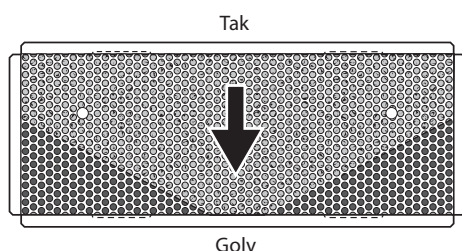

Bild 1. Korrekt installation av fördelningsplåten/ram i trycklådans.
- ⚠️ För korrekt funktion måste trycklådans kombinerade ram- och fördelningsplåt installeras med ljudabsorbentens diagonala sidor riktade nedåt mot golv, dvs V-formation, se **Bild 1**.
- Bakansluten trycklåda **BRLB** måste monteras med hänsyn till krav på ljudabsorbentens positionering (riktad neråt), för att säkerställa korrekt luftdistribution (bild 1).